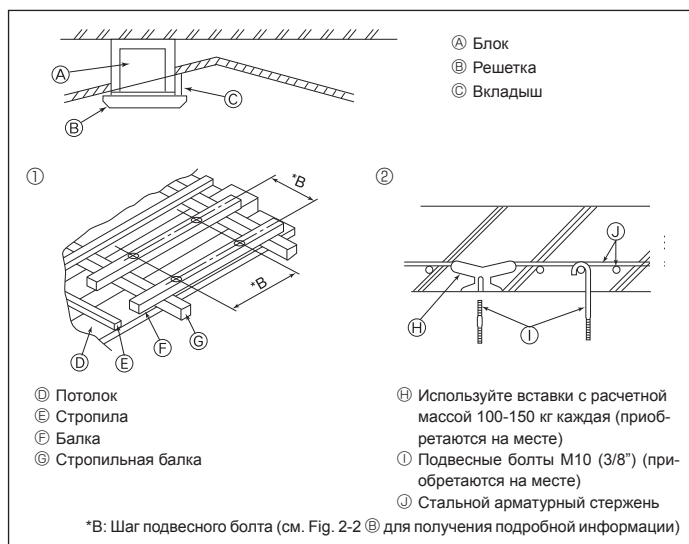

Fig. 2-4
2.4. Подвесная конструкция (местоположение подвесной прочной структуры) (Fig. 2-4)